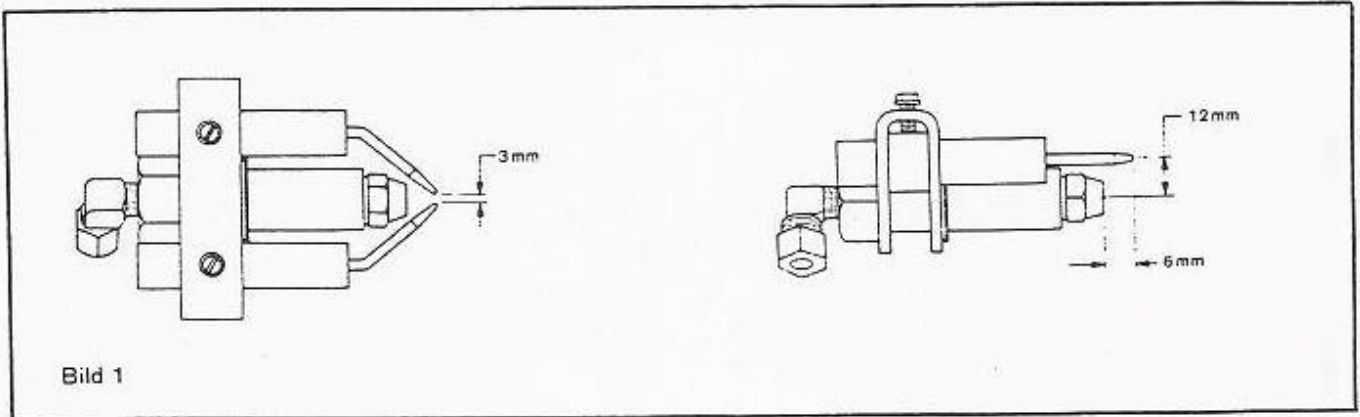

Bild 1
3. Nehmen Sie die Einstellung der Elektroden wie im Bild 1 gezeigt vor.
Elektroden verschmutzt oder verstellt	Elektroden nach Vorschrift ausrichten oder erneuern. Bild 1